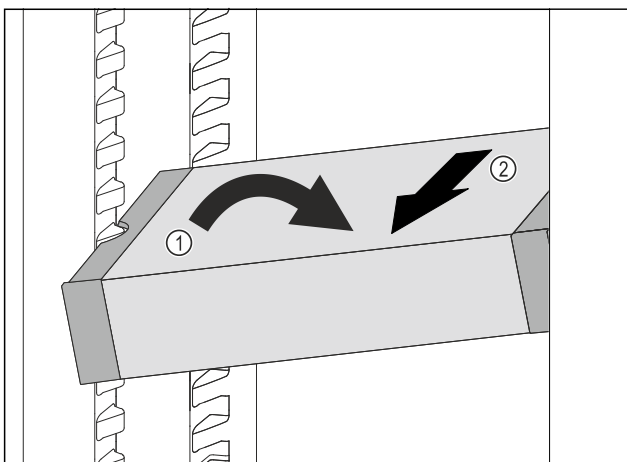

Fig. 230
- ▶ VarioSafe im Kühlteil schräg stellen. Fig. 230 (1)
- ▶ VarioSafe nach vorne entnehmen. Fig. 230 (2)